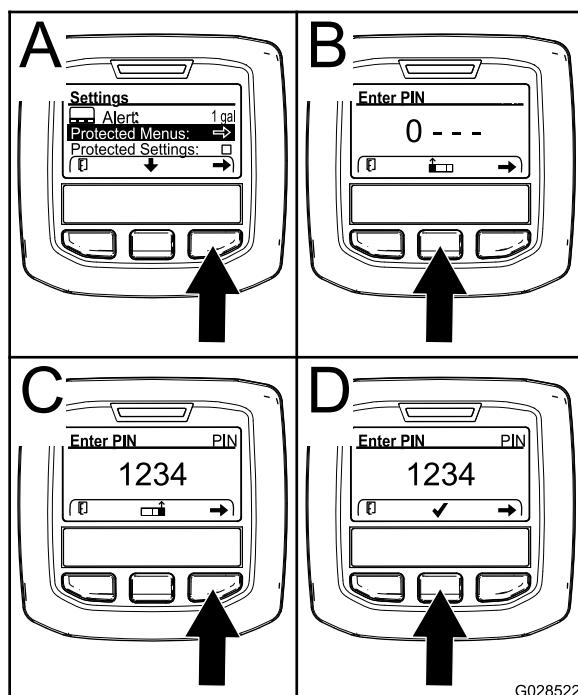

Figura 61
- Premete il pulsante di selezione destro per selezionare i Menu protetti (A della Figura 61).
- Premete il pulsante di selezione centrale (B della Figura 61) per aumentare il valore numerico (da 0 a 9).
- Premete il pulsante di selezione destro (C della Figura 61) per spostare il cursore alla posizione numerica successiva a destra.
- Nota:** Comparirà l'Icona del segno di spunta sopra il pulsante di selezione centrale (D della Figura 61).
6. Premete il pulsante di selezione centrale (D della Figura 61) per inserire la password.